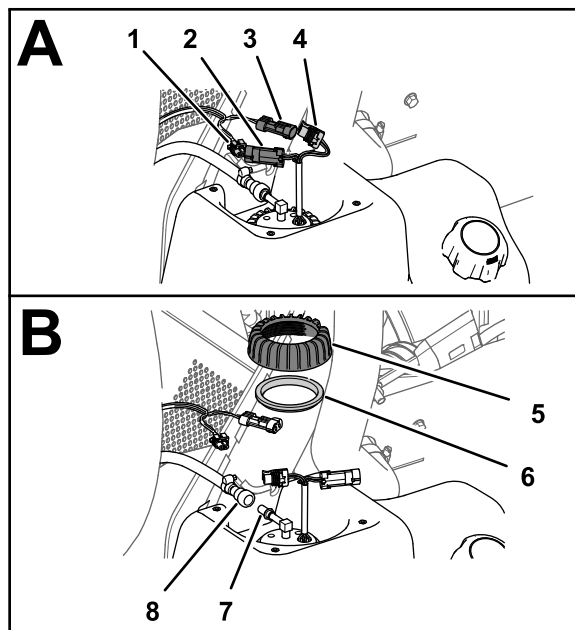

图 74
1. 从燃油泵/发送装置的 2 针接头断开机器线束的 2 插槽接头从燃油泵/发送装置的 2 插槽接头断开机器线束的 2 针接头图 74。
2. 将燃油软管连接头的锁紧套滑离燃油泵/发送装置的接头并从该接头上拆下连接头和软管图 74。
3. 逆时针旋转燃油泵/发送装置的螺母拆下螺母和密封件图 74。